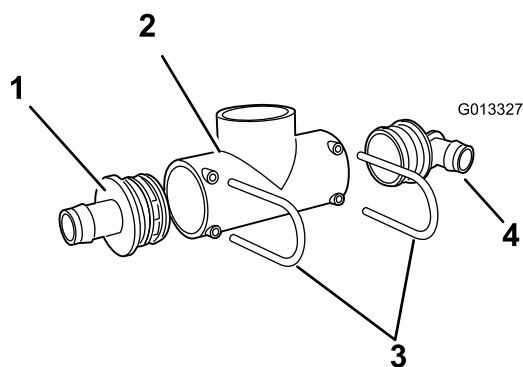
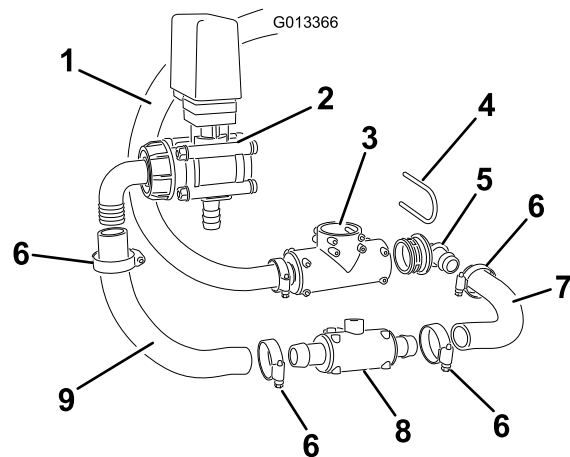

Figura 16
Figura 20
3. Instale um encaixe recto dentado S67 no lado esquerdo aberto da ligação em T (Figura 16). Prenda-o com a fixação removida previamente.
11. Insira um encaixe recto S67 90 no lado direito da ligação em T S67 (era linha de abastecimento da rampa) (Figura 20 ou Figura 16). Utilizando a primeira peça do tubo curto a 28 cm, aplique sabão líquido no encaixe e tubo. Deslize o tubo totalmente para o encaixe. Deslize a braçadeira sobre o dente e aperte para prender o tubo.
12. Utilizando a primeira peça do tubo curto a 28 cm, aplique sabão líquido no encaixe e tubo (Figura 20). Deslize totalmente para a válvula de agitação. Prenda com a braçadeira.
13. Deslize as braçadeiras do tubo para ambas as extremidades do tubo mais pequeno instalado. Utilizando o encaixe em T, ligue os dois tubos deslizando cada tubo sobre os encaixes dentados S53 (Figura 20). Prenda com as braçadeiras.